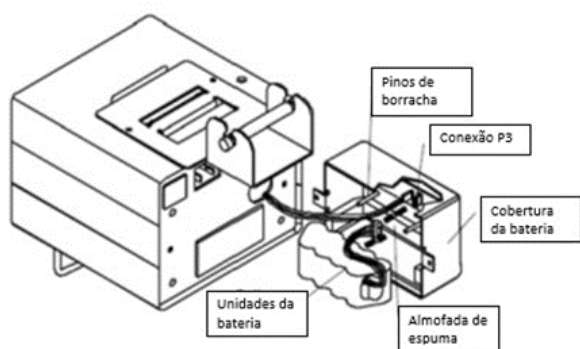

Figura 5-2. Conexão da Bateria
c. Retire a tampa da bateria. Tenha cuidado ao remover a tampa da bateria para não desligar os fios que conectam a tampa da bateria e o instrumento (Figura 5-2.).